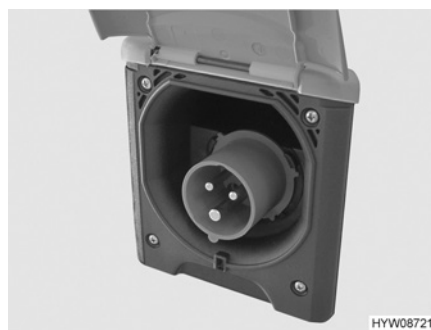

Bild 74 230-V-Anschluss am Fahrzeug (CEE-Steckdose)
- Abdeckung des 230-V-Anschlusses am Fahrzeug öffnen (Bild 74) und Steckkupplung einstecken. Darauf achten, dass die Rastnase des federgespannten Klappdeckels eingerastet ist.